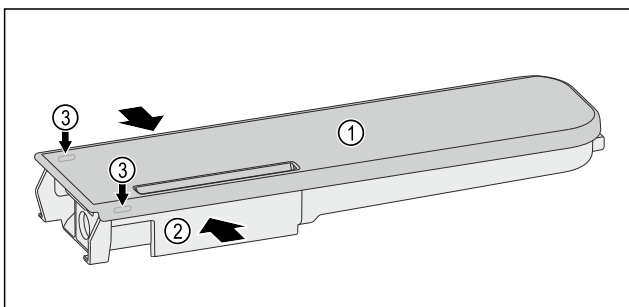

Fig. 130
- ▶ Сожмите бак для воды Fig. 130 (2) и осторожно возьмите крышку Fig. 130 (1) за фиксирующие выступы Fig. 130 (3) и потяните ее вверх.
- ▶ Слегка подвигайте крышку Fig. 130 (1) вперед и назад и снимите, приподняв вверх.